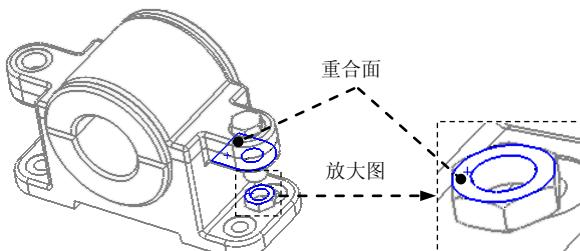

图 7.11.21 选取重合面
③ 添加“重合”配合。选取图 7.11.21 所示的两个面为重合面。
④ 单击“配合”对话框的 **√** 按钮，完成零件的定位。